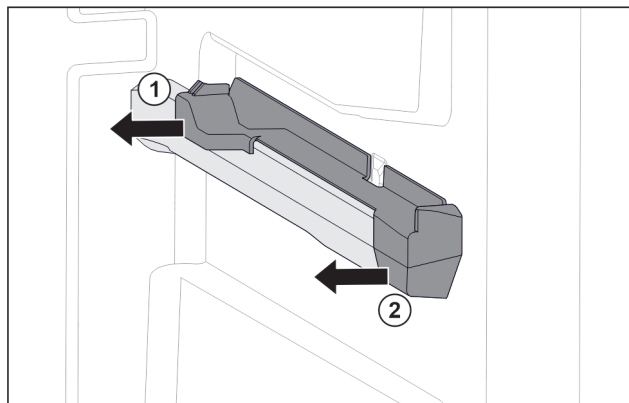

Fig. 153 Aufsteckteil auf der rechten Behälterrippe
- Aufsteckteil hinten zur Seite abziehen. Fig. 153 (1)
- Aufsteckteil vorne zur Seite abziehen. Fig. 153 (2)